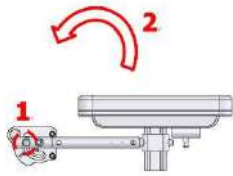

Figura 5-57
- Presione el pulsador y abata el reposabrazos hacia atrás (Figura 5-57).